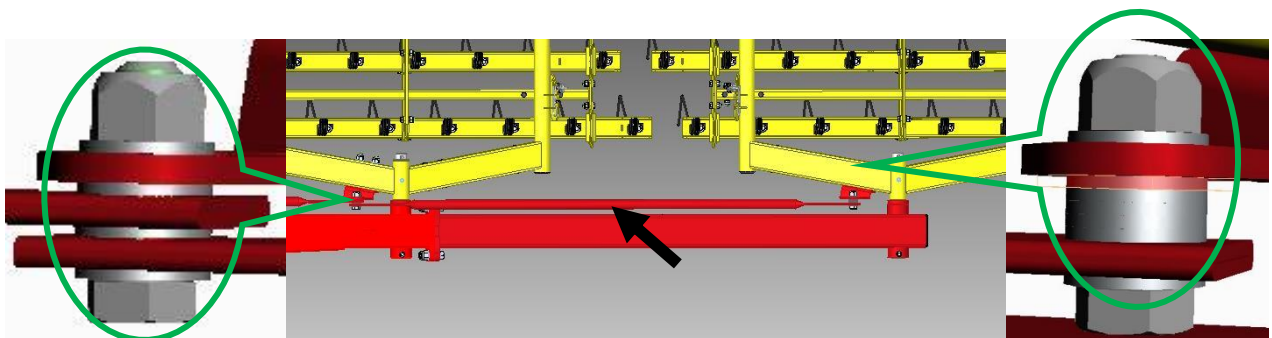

Abbildung 11
- Montieren Sie ein weiteres Klappungsgestänge zum äusseren Striegelfeld mit den Schrauben M14x45 und den Muttern M14 sowie 4 Scheiben M14 (Abbildung 11).
- Befestigen Sie am äusseren Striegelfeld das Klappungsgestänge mit den Schrauben M14x45 und den Muttern M14 sowie 7 Scheiben M14. Die Schrauben werden so fest gezogen, damit das Gestänge beweglich bleibt (Abbildung 11).